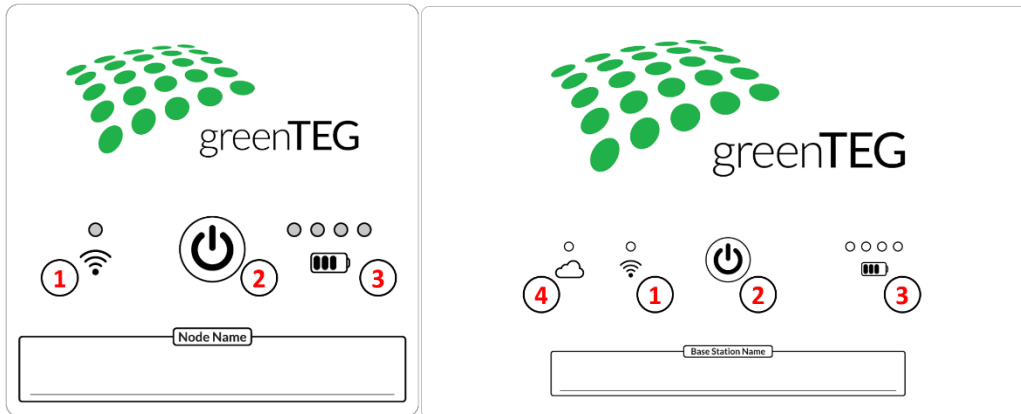

Abbildung 2 Messknoten (rechts) und 3 Basisstation (links)
1. Platzieren Sie einen Messknoten vom Typ 1 an der Innenseite des zu messenden Objektes. Dafür kann er entweder mit Hilfe der beigelegten doppelseitige Klebestreifen an eine Wand geklebt werden (i.d.R. 2-4 nötig) oder an einem geeigneten Ort (bspw. Tisch, Regal) abgelegt werden. Achten Sie darauf, dass die Laschen der Klebestreifen zugänglich sind (vgl. Abbildung 2)
2. Platzieren Sie den kombinierten Wärmefluss-/Oberflächentempersensoren mit Hilfe von zwei beigelegten doppelseitige Klebestreifen an der Wand. Dazu entfernen Sie die rote Seite auf dem Klebestreifen und befestigen diesen auf der **unbeschrifteten** Seite des Sensors. Es ist wichtig, dass die Laschen der Klebestreifen seitlich raus und nicht in Richtung der Kabel schauen (vgl. Abbildung 2). Entfernen Sie anschliessend die schwarze Folie auf dem Klebestreifen und bringen Sie den Sensor an der Wand an.
2. Platzieren Sie den Oberflächentempersensoren mit Hilfe von zwei Klebestreifen an der Wand. Dazu entfernen Sie die rote Seite auf dem Klebestreifen und befestigen ihn auf der unbeschrifteten Seite des Sensors. Es ist dabei wichtig, dass die Laschen der Klebestreifen zur Seite und nicht in Richtung der Kabel schauen (vgl. Abbildung 2). Entfernen Sie die rote Folie auf dem Klebestreifen und bringen Sie den Sensor an der Wand an.